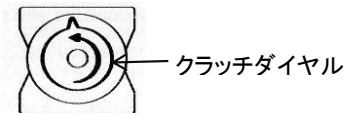

図9-1(クラッチ解除の位置)
2. クラッチダイヤルを解除位置まで回します。クラッチが解除されます。(図9-1)